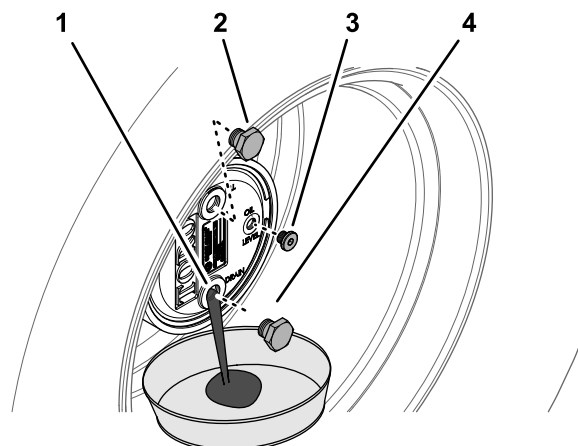

Figura 106
- Îndepărtați buoul de umplere în poziția corespunzătoare orei 12 și buoul de verificare în poziția corespunzătoare orei 3 (Figura 106).
- Amplasați o tavă de golire sub butucul planetar, îndepărtați buoul de golire în poziția corespunzătoare orei 6 și lăsați uleiul să se scurgă complet (Figura 106).
- Montați buoul de golire în orificiul de golire al carcasei mecanismului planetar (Figura 106).